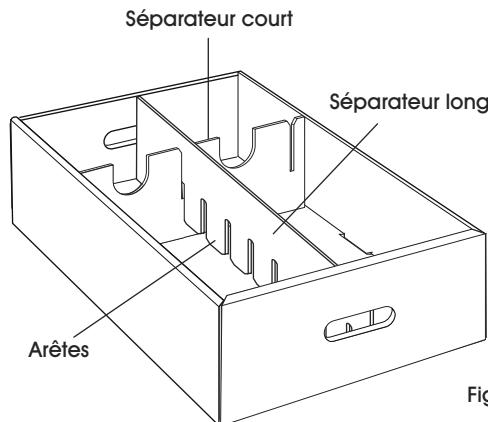

Figure 19
2. Insérez dans la boîte et à la position désirée le séparateur long, arêtes orientées vers le bas et alignées sur les arêtes du séparateur court. (Voir Figure 19)